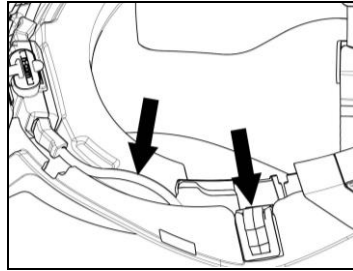

Fig. 16
- Sistemare il cavo all'interno del casco e posizionare la clip di fissaggio Sinistra nell'apposita sede (Fig. 16).